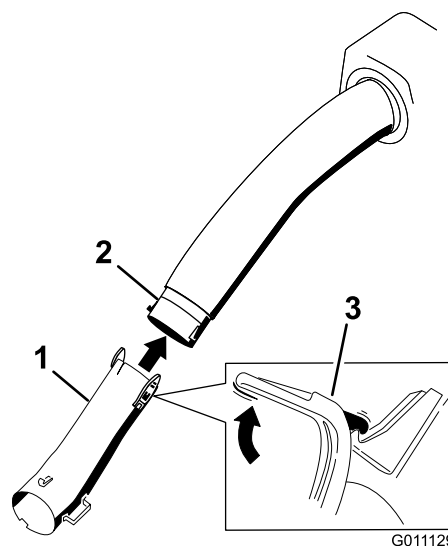

Figure 20
2. Montez le tube inférieur dans le tube central avec un chevauchement de 63,5 mm (Figure 20).
13. Retirez les fixations et le tube central du tube inférieur (Figure 20).
1. Tube central 4. Contre-écrou (10)
15. Fixez le tube inférieur dans le tube central avec 3 boulons (10 x 3/4 po), 3 rondelles plates (7/32 po) et 3 contre-écrous (10) (Figure 20).